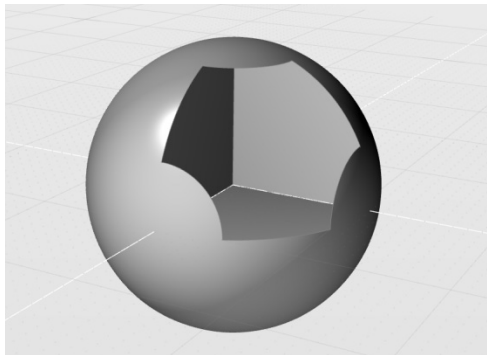

图 2-63 调整源对象参数, 可使布尔差集运算结果更新
2) 在控制面板中调整球体参数, 可将其“半径”调整为 1.1cm。随后可见“布尔差集运算#1”这个对象的形状同时更新, 如图 2-63 所示。